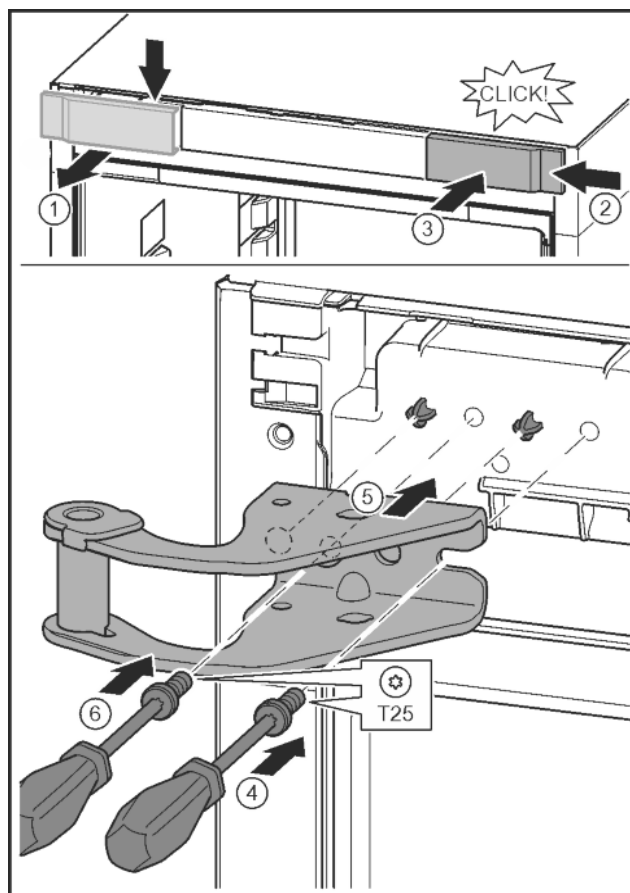

Fig. 16
- ▶ Отпустить крышку и снять сбоку. Fig. 16 (1)
- ▶ Навесить крышку, повернув ее на 180°, справа с другой стороны. Fig. 16 (2)
- ▶ Крышку зафиксировать. Fig. 16 (3)
- ▶ Установить винт отверткой T25. Fig. 16 (4)
- ▶ Установить верхний опорный кронштейн. Fig. 16 (5)
- ▶ Затянуть винт. Fig. 16 (4)
- ▶ Вставить и затянуть винт отверткой T25. Fig. 16 (6)